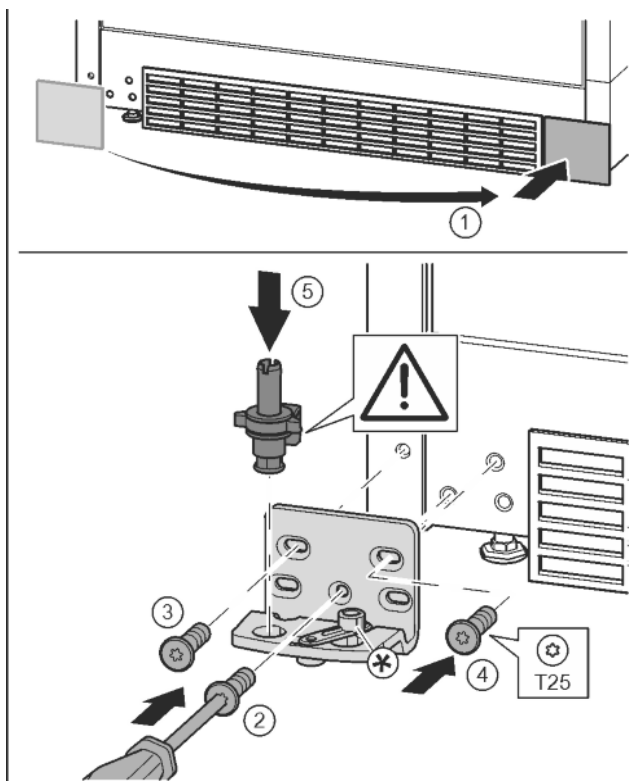

Fig. 12
- ▶ Зніміть кришку та встановіть її з іншого боку. Fig. 12 (1)
- ▶ Встановіть опорний кронштейн з іншого боку і закріпіть гвинтами за допомогою викрутки T25. Почніть із гвинта 2 знизу посередині. Fig. 12 (2)
- ▶ Закрутіть гвинти 3 та 4. Fig. 12 (3, 4)
- ▶ Вставте цілком опорний гвинт. При цьому виступ фіксатора повинен бути спрямований назад. Fig. 12 (5)